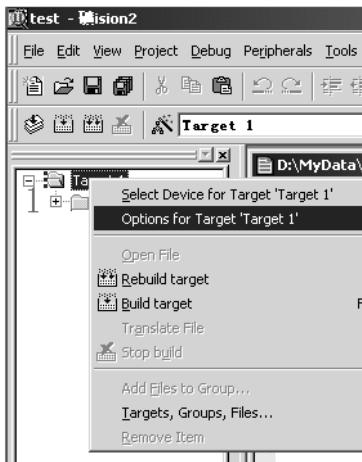
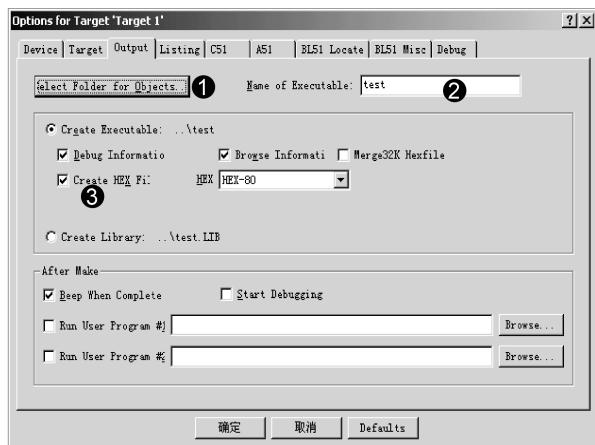

图 1-17 项目功能菜单
图 1-18 项目选项窗口
(7) 找到 test.Uv2 的文件就可以打开先前的项目，然后右击图 1-17 中的项目文件夹，弹出项目功能菜单，选择“Options for Target 'Target1'" 选项，弹出项目选项设置窗口。同样先选中项目文件夹图标，这时在“Project”菜单中也有一样的菜单可选。打开项目选项窗口，转到“Output”选项，如图 1-18 所示。图 1-18 中 1 对应的是选择编译输出的路径，2 对应